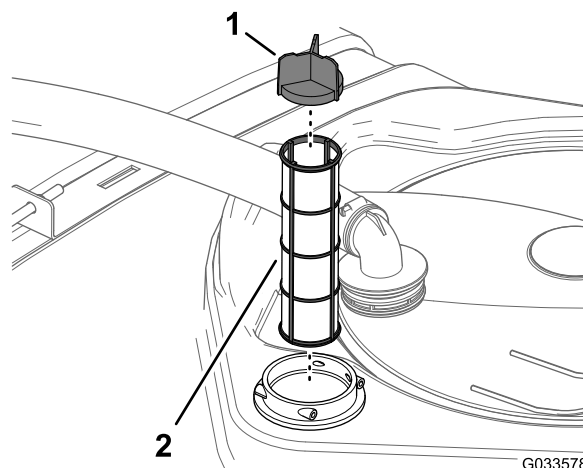

Figura 79
4. Retire o filtro de rede da sucção da estrutura do filtro no depósito (Figura 79).